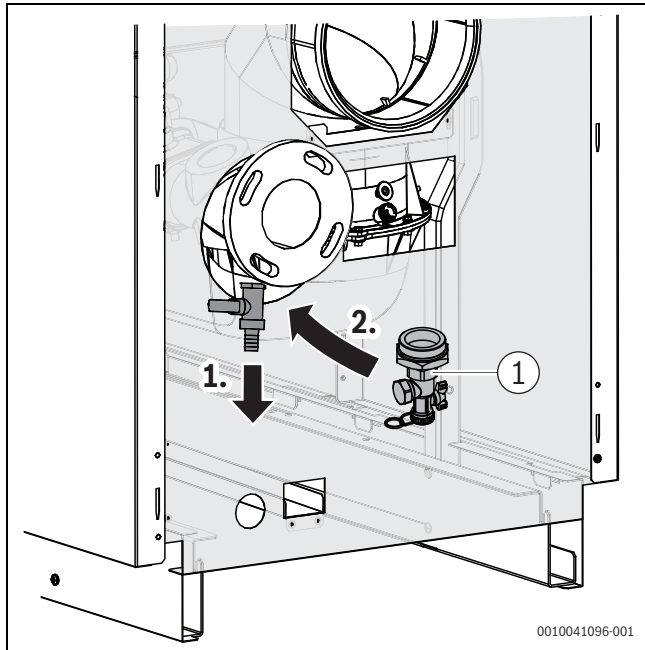

Fig. 27 Desmontagem da válvula de drenagem (apresentado: versão à direita)
- ▶ Remover a torneira de drenagem no retorno (→ fig. 27)